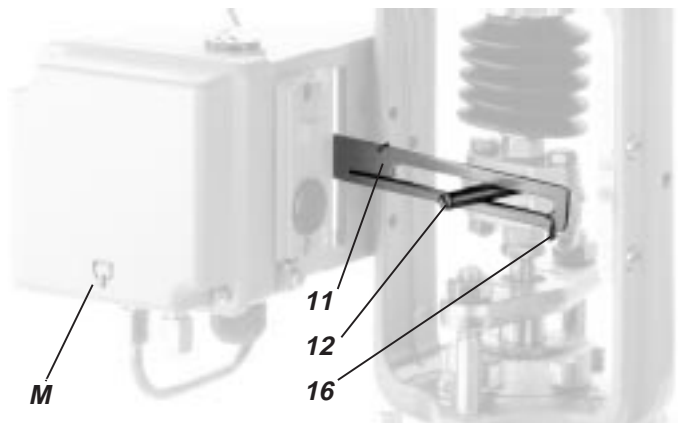

Fig. 12: Toma del posicionador lado de montaje a la izquierda
- Enroscar el bulón **12** en el acoplamiento del accionamiento (véase fig. 12).
- Colocar el accionamiento de ajuste en posición de elevación 0%. Colocar el balancín **11** sobre árbol de traspaso **15** y bulón **12**, así que el resorte de compensación **16** se encuentre debajo del bulón **12** siendo montado a la izquierda y encima del bulón **12** siendo montado a la derecha (véase fig. 12). Enroscar el bulón.
- Montar la tapa de la carcasa de tal manera que la nariz de agua condensada se encuentre abajo cuando el aparato esté montado** (véase la marca '**M**' en la fig.12).